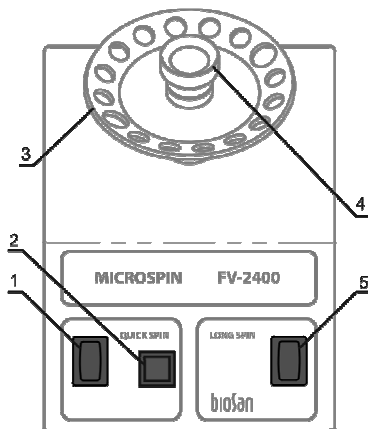

Fig.1 Pannello frontale
L'unità dispone di un meccanismo di fissaggio per tutti i tipi di rotori sopraccitati; in 3-5 secondi, l'operatore può sostituire con facilità il rotore a seconda del tipo di provetta da utilizzare. Per sostituire un rotore, (fig.1/3), tenerlo con una mano e ruotare la testa di agitazione (fig.1/4) in senso antiorario per poterlo estrarre. Sostituire il rotore e riavvitare la testa di agitazione.
- Portare l'interruttore QUICK SPIN (Fig.1/1) in posizione I (ON).
- Premere il pulsante QUICK SPIN (Fig. 1/2) per i processi di miscelazione/sedimentazione rapidi e tenere premuto il pulsante per il tempo desiderato. Rilasciando il pulsante, l'unità si ferma automaticamente.
- Portare l'interruttore QUICK SPIN (Fig.1/1) in posizione O (OFF).
- Portare l'interruttore QUICK SPIN (Fig.1/1) in posizione **I** (ON).
- Tenendo le provette con le dita per la parte superiore, inserire le provette spingendo delicatamente la parte inferiore nella cavità conica della testa di agitazione (Fig.1/4).
- Portare l'interruttore QUICK SPIN (Fig.1/1) in posizione **O** (OFF).
- Inserire un numero PARI di provette negli alloggiamenti del rotore (Fig. 1/3) in modo che siano disposte una di fronte all'altra.
- Per avviare la sedimentazione, portare l'interruttore LONG SPIN (Fig.1/5) in posizione **I** (ON).
- Per interrompere la sedimentazione, portare l'interruttore LONG SPIN (Fig.1/5) in posizione **O** (OFF).